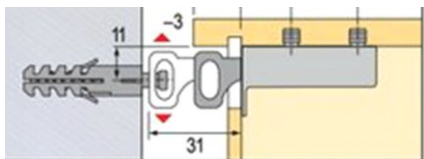

рис.1
- повесить изделие на подвесной крюк (Рис.1);